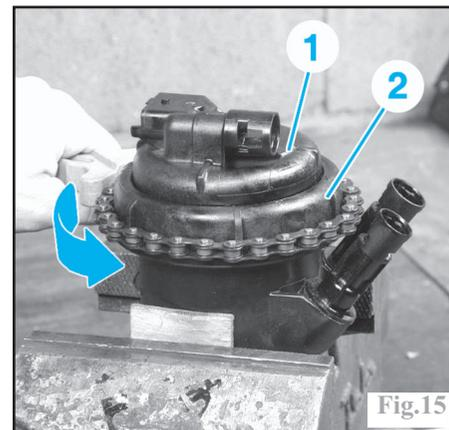

Fig.15
Ouvrir le couvercle (1) du corps de filtre à combustible en desserrant la bague (2) à l'aide de l'outil EN-46784-010 ou bien avec une clé à filtre à huile (Fig.15).